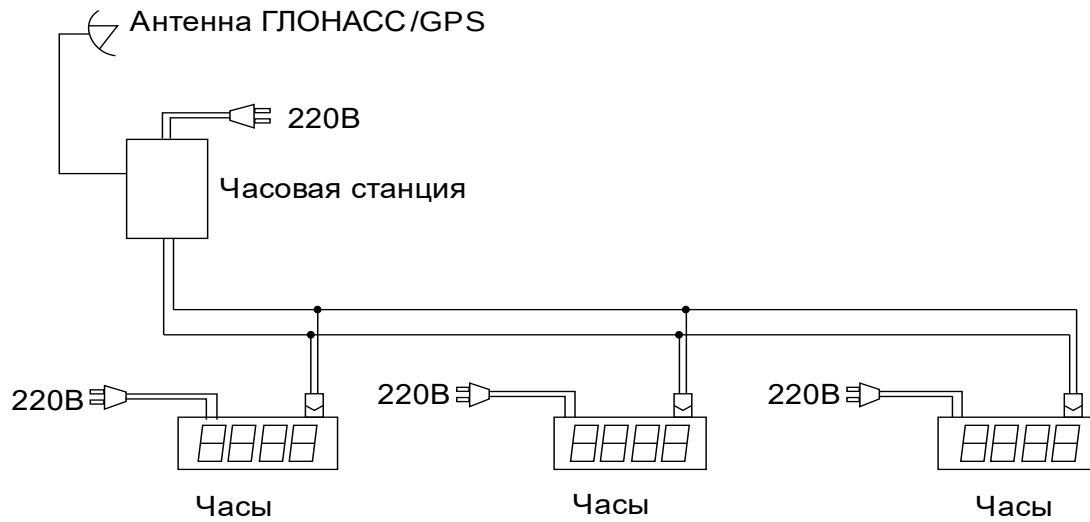
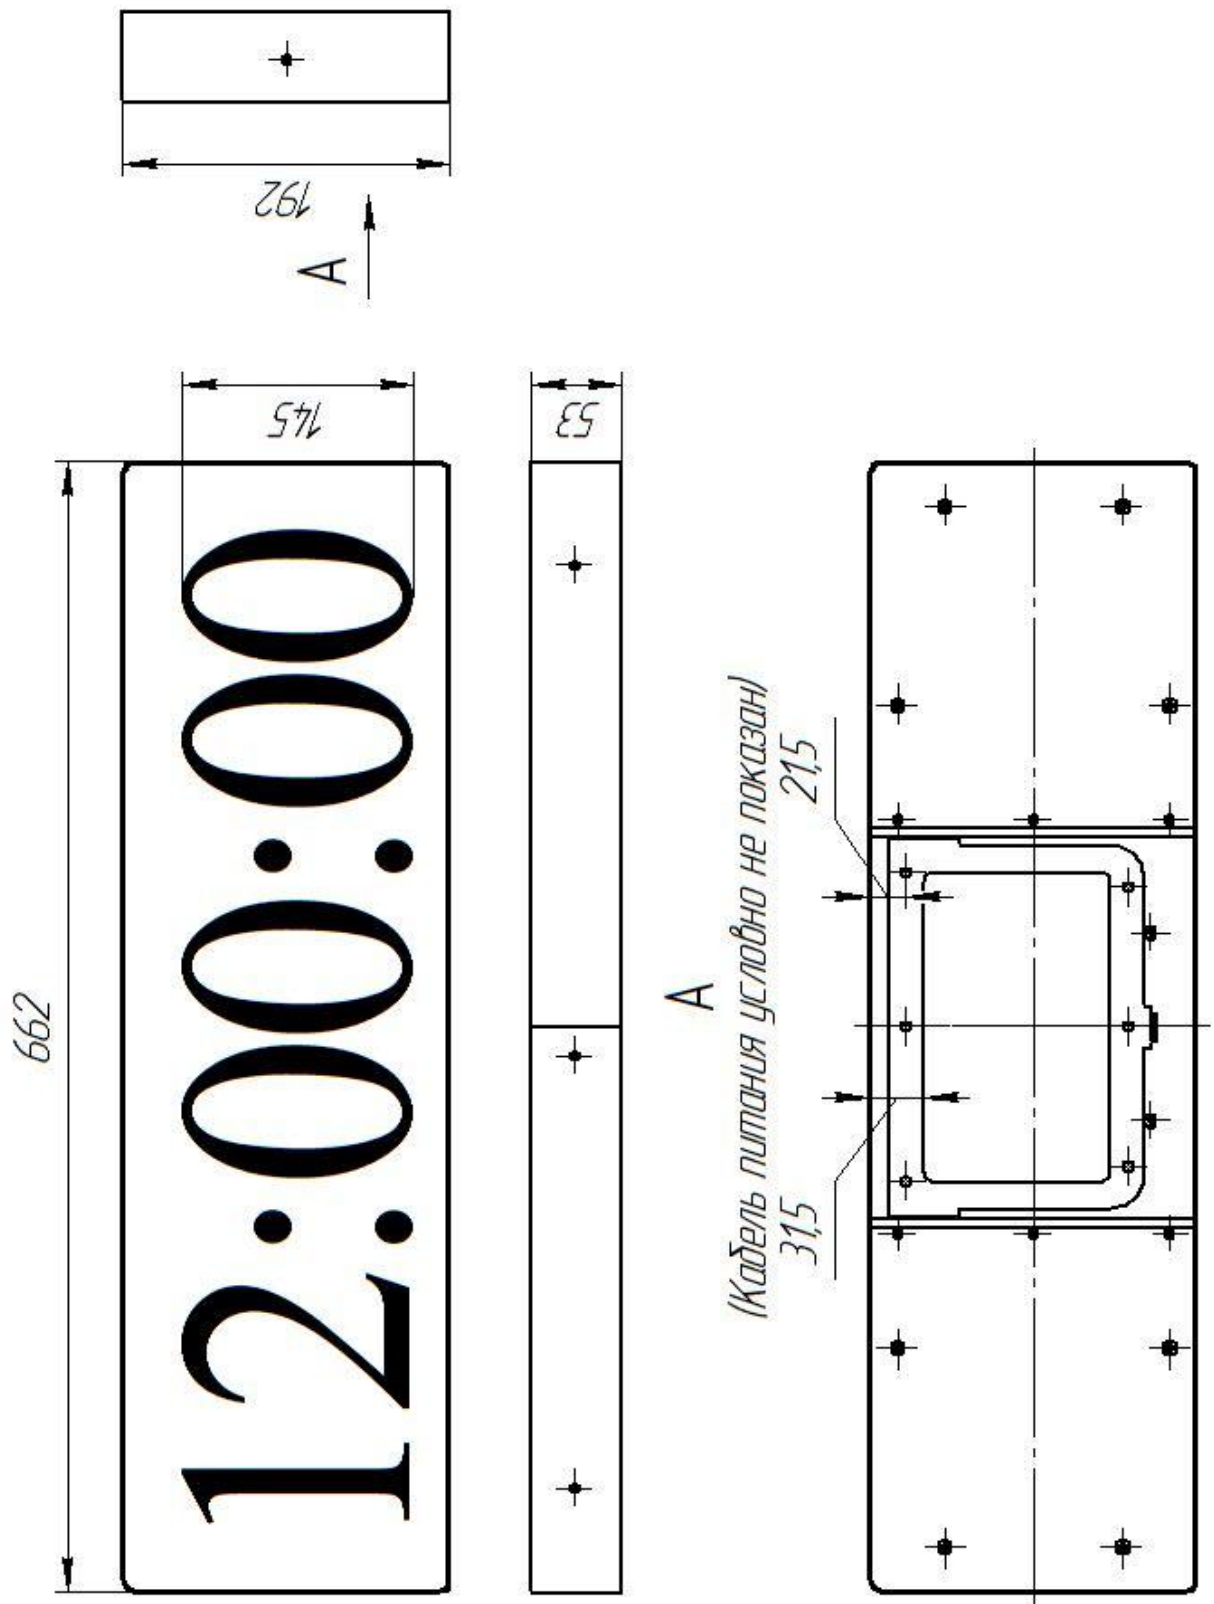

Рис. 1
Рис. 2. Габаритный чертеж часов с подвесом.
3.1.3 Сначала монтируется на стену подвес (см. рис. 2 и 3) по центру размещения часов с помощью четырех самонарезающих винтов Ø 5 мм и дюбелей. Отверстия для дюбелей предварительно размечаются на стене, используя подвес как шаблон.
На рис. 1 приведена схема подключения часов. К одной линии часовой станции можно подключить до 70 часов. На рис. 2 изображен габаритный чертеж часов.